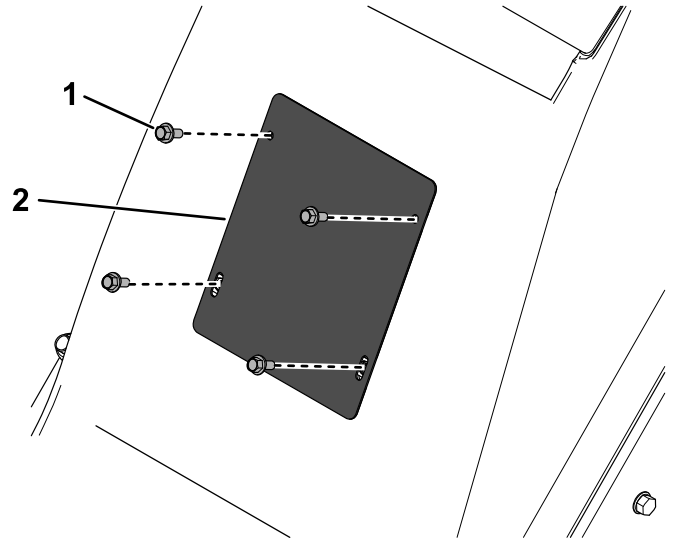

Figura 28
3. Îndepărtați cele 4 uruburi care fixează capacul frontal i scoateți capacul (Figura 28).